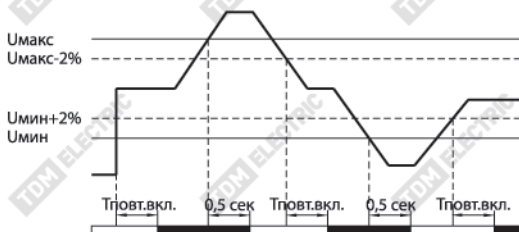

Рисунок 6. Схема работы реле RH 2
6.2. При расчете напряжения повторного подключения следует учитывать гистерезис, который составляет 2% от установленного верхнего или нижнего значения (рисунок 6). Например, при установке верхнего значения напряжения 265 В, значение гистерезиса составит